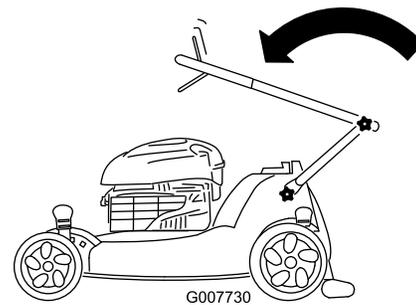

Figure 53
2. Pliez la moitié supérieure du guidon en avant de la manière indiquée (Figure 53).